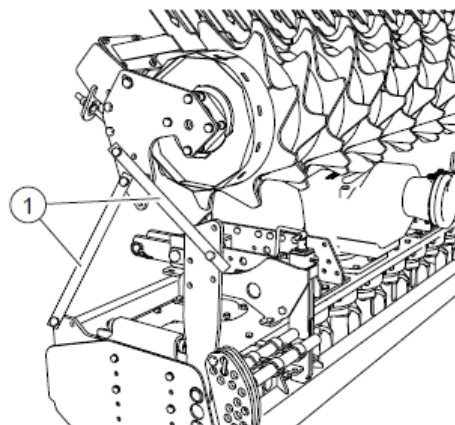
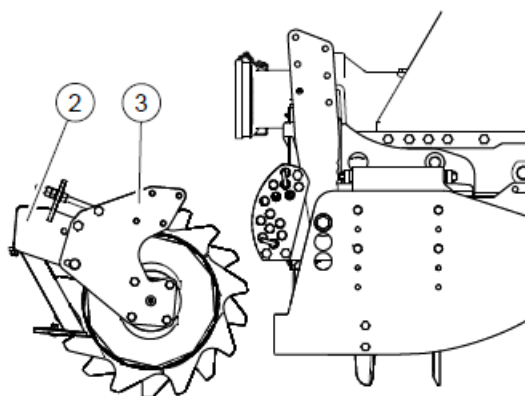

FIG. 8
FIG. 9
Il arrive que la machine soit expédiée avec le rouleau démonté et accroché par des brides en fer (1, "Fig. 8") sur la machine.
- Desserrer les vis qui fixent les brides (1, "Fig. 8") au rouleau.
- Bloquer la rotation de la barre porte-décrottoirs (1).
- Positionner le rouleau à terre avec les plaques de support (2, "Fig. 9") installées dans la direction du montage.